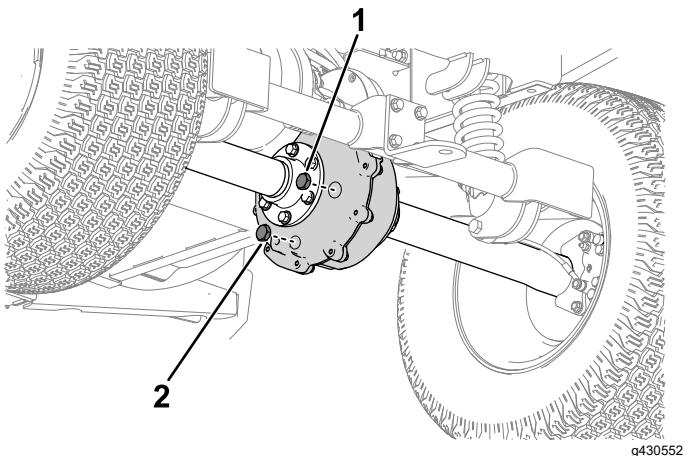

Bild 47
- Stellen Sie eine Auffangwanne unter die Ablassschraube der Transaxle (Bild 47).
2. Entfernen Sie die Füllschraube (Bild 47).